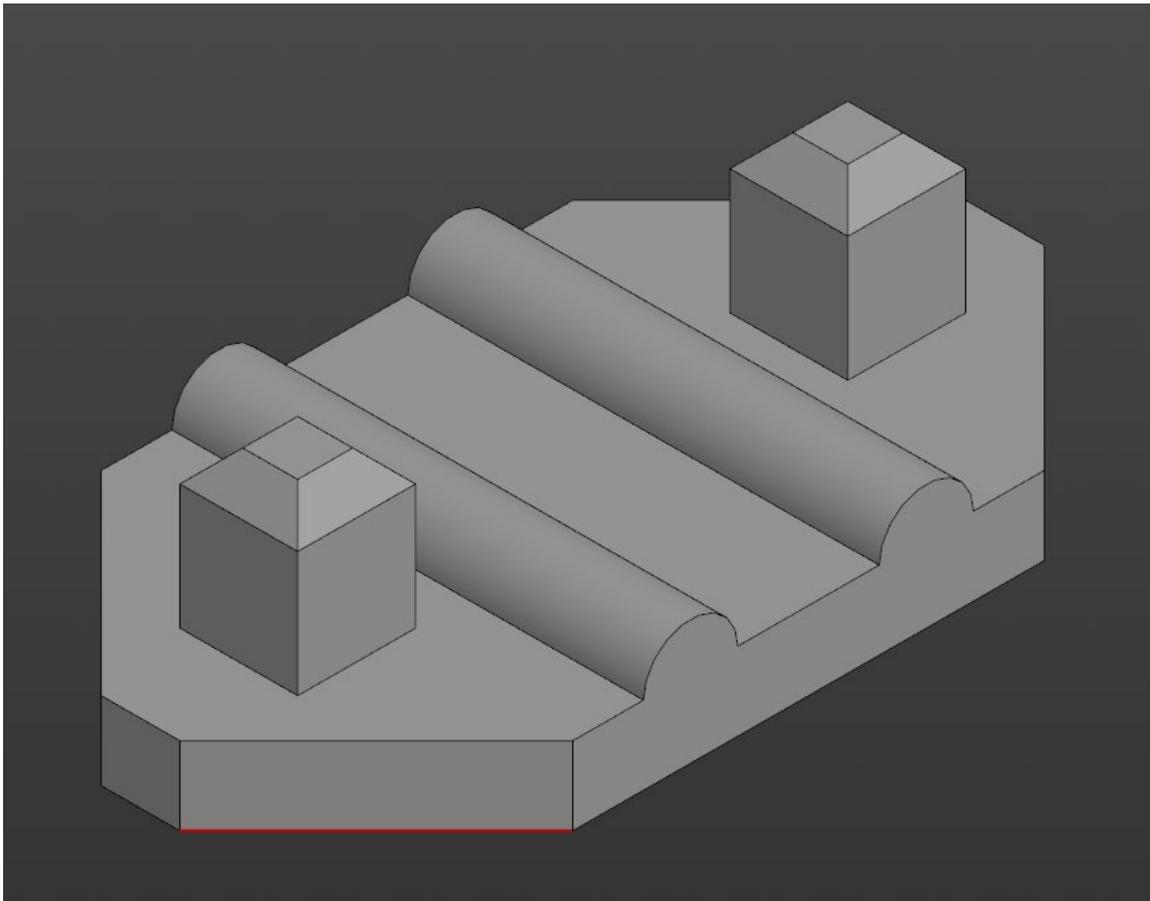

Рис. 2. Модель детали Вариант_16_основание.
2. Создайте трехмерную сборку из двух деталей по чертежу (рис. 3) вторая деталь готова и сохранена в формате *.step. Файл детали приложен к заданию (рис. 2). – 20 баллов.